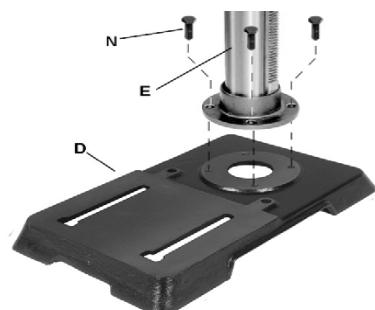

Рис. 5
См. Рис. 5:
2. Поверните бабку так, чтобы боковые стороны крышки ременной передачи (A1) располагались параллельно боковым сторонам основания (D, Рис. 5).